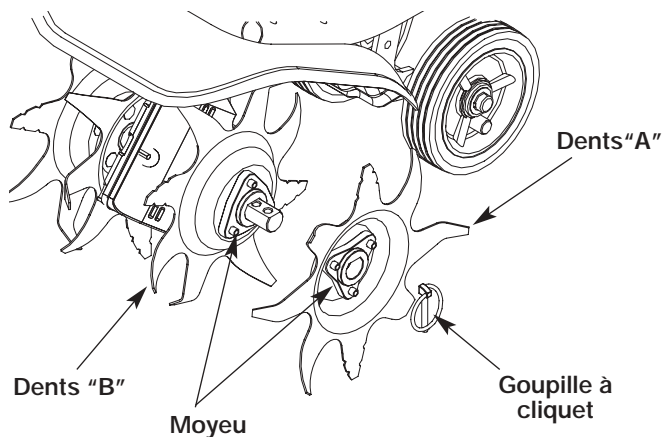

Fig. 15
1. Mettez la commande Marche/Arrêt Stop en position ARRÊT (O). Positionnez et déconnectez le câble de la bougie.
2. Retirez les axes à épaulement et leurs fixations. Faites glisser les dents de l'arbre (Fig. 15).